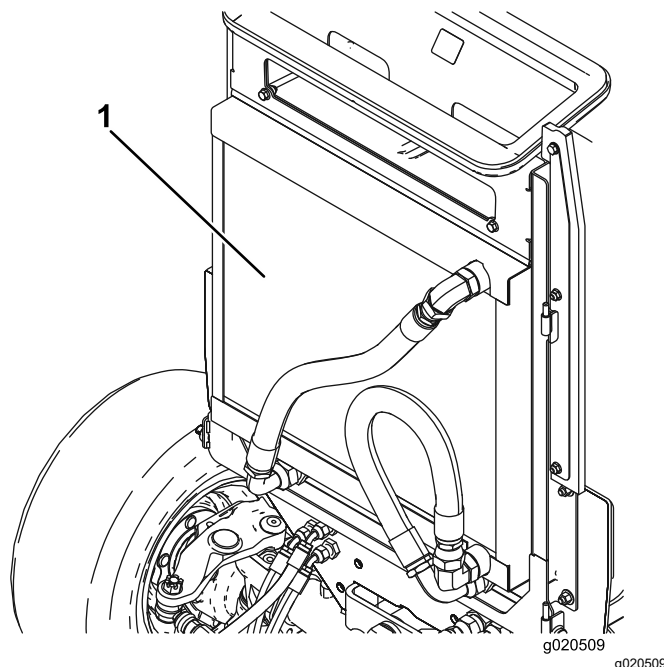

Bild 64
3. Reinigen Sie beide Seiten des Ölkühlers und des Kühlers gründlich mit Druckluft (Bild 64).